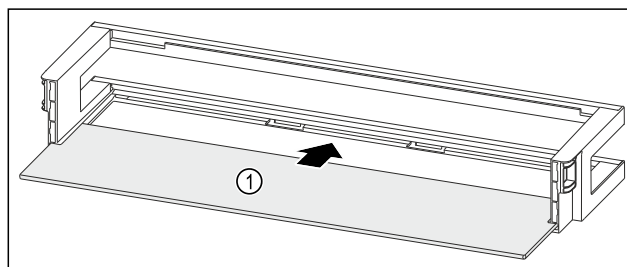

Fig. 164 Dveřní přihrádka s odkládací plochou
- ▶ Odkládací plochu Fig. 164 (1) zasuňte do bočních vybrání.